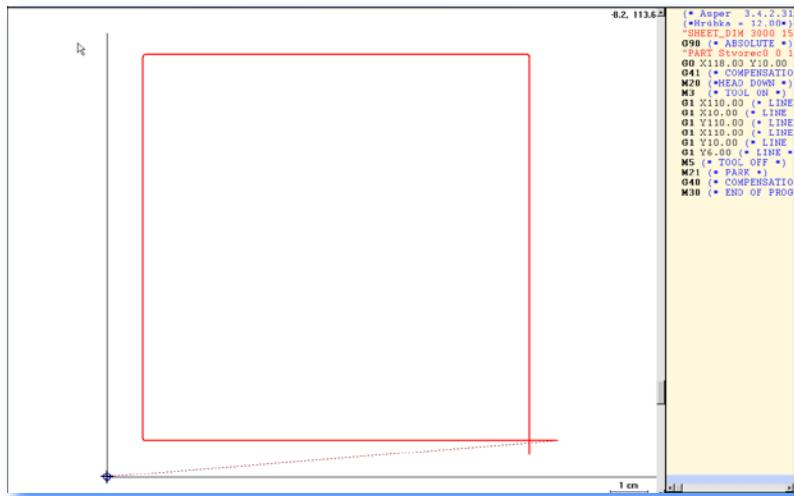

Abb. 27. Desktop Layout mit Schniedplan und Programmcode
- [F2] Desktop Einstellung: Schneidplan und aktueller Status des gewählten Werkzeuges (Abb. 27), Statusleiste wie unter [F5]